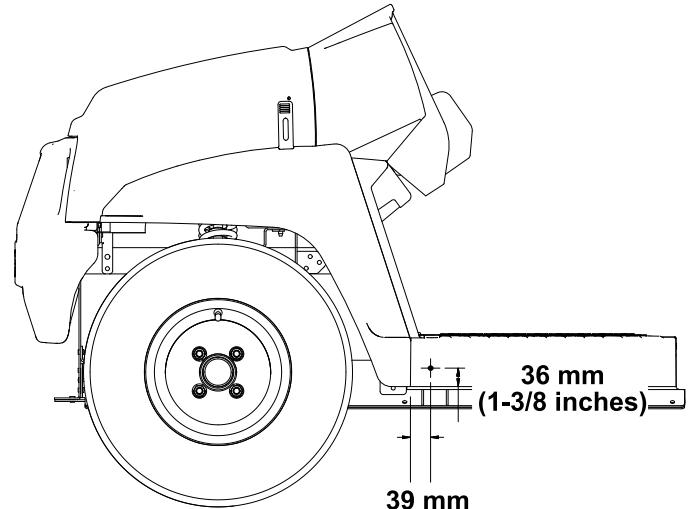

图1
1. 使用图1 中所示的尺寸在机器两侧的底板外侧钻 1 个孔 5/16 英寸。